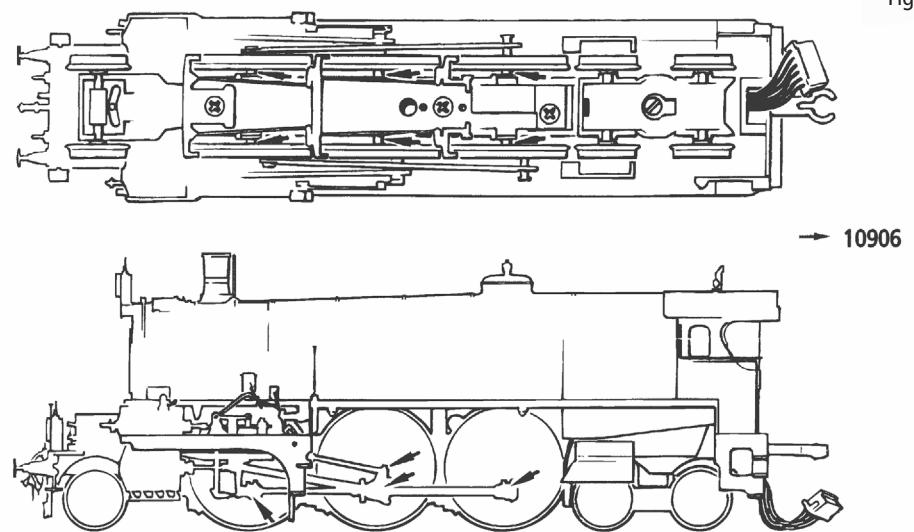

Fig. 13
6. Kohlebürstenwechsel: Tendergehäuse abnehmen (Fig. 8). Danach wird der **Motor ausgebaut** und die **Kohlebürsten ausgewechselt** (Fig. 13).
6. Carbon Brush Changing: First remove tender body (fig. 8), and then the motor (fig. 13).
Démontez la caisse du tender (voir fig. 8). Sortez ensuite le moteur de son logement (voir fig. 13) et échangez finalement le balais.